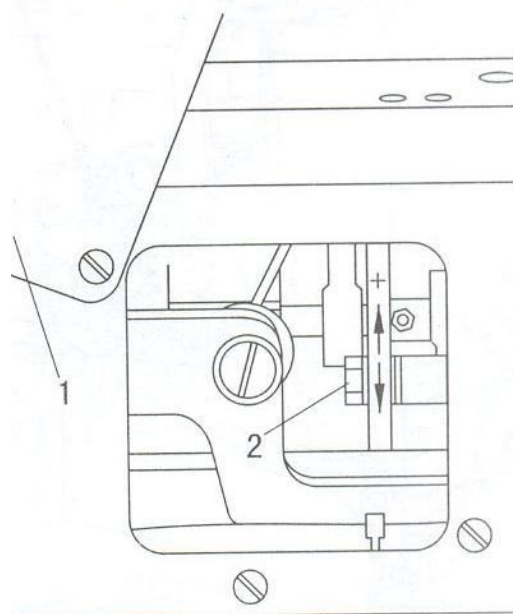

Рис. 2
4. Установка верхней подачи материала (Рис. 2)